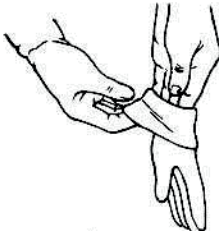
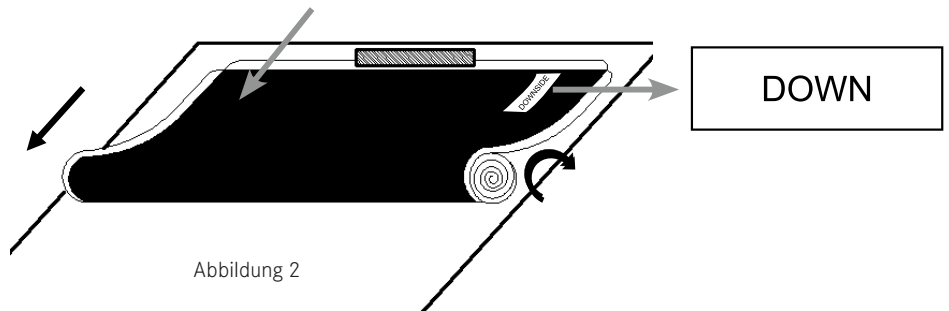

Abbildung 1
Abbildung 2
Ziehen Sie vor der Montage der Leinwand (H) die mitgelieferten Montagehandschuhe (G) an, um zu verhindern, dass Fingerabdrücke, Staub oder Öl von Ihren Händen auf die Oberfläche des Materials gelangen (Abbildung 1). Die Leinwand (H) ist sehr empfindlich und sollte mit äußerster Vorsicht behandelt werden. Achten Sie darauf, dass das Material nicht verformt oder geknickt wird. Die Nichtbeachtung der Anweisungen führt zu einer dauerhaften Beschädigung des Leinwandmaterials, die nicht durch die Garantie abgedeckt ist.
- ▶ Nehmen Sie die Leinwand (H) aus dem Verpackungsrohr und legen Sie sie vorsichtig auf eine saubere Oberfläche.
- Jede Person sollte ein Ende der Rolle festhalten und die Leinwand langsam im Uhrzeigersinn abrollen (Abbildung 2).